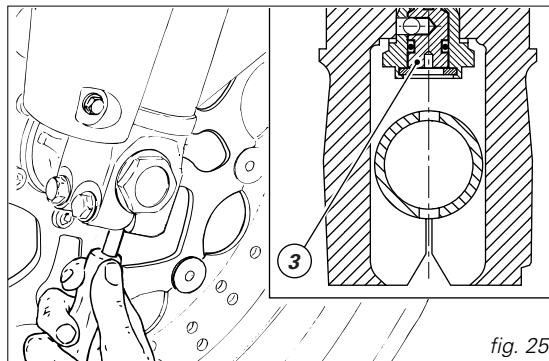

fig. 25
- 3) (fig. 25) para modificar el freno hidráulico en compresión.